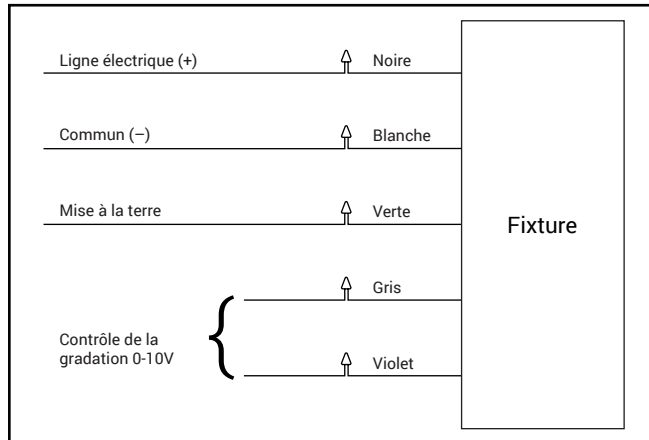
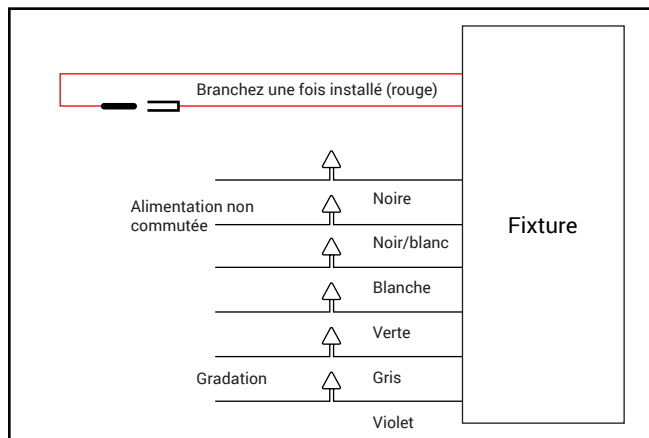

Figure 4.
Figure 5.
6. Effectuez les connexions selon la Figure 4. Si le luminaire est équipé d'un système de batterie de secours, suivez la Figure 5.
4. Effectuez les connexions selon la Figure 4 ou 5.